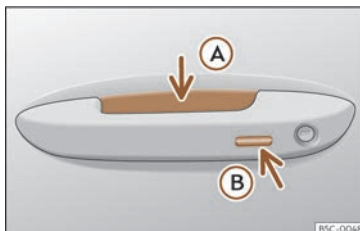

Fig. 83 Maneta de la porta: superfícies sensors
»» **fig. 83**
- Agafeu la maneta d'una de les portes davanteres. Quan ho feu, tocareu la superfície sensora»» fig. 83 (A) (fletxa) de la maneta i es desbloquejarà el vehicle.
- Toqueu *un cop* la superfície sensora de bloqueig»» fig. 83 (B) (fletxa) de la maneta d'una de les portes davanteres. La porta de la maneta que s'acciona ha d'estar tancada. »
- Toqueu *un cop* la superfície sensora >>> **fig. 83 B** (fletxa) de la maneta d'una de les portes davanteres. El vehicle es bloqueja amb el sistema de seguretat "Safe" >>> pàg. 110. La porta de la maneta que s'acciona ha d'estar tancada.
- Toqueu *dues vegades* la superfície sensora >>> **fig. 83 B** (fletxa) de la maneta d'una de les portes davanteres per bloquejar el vehicle sense activar el sistema de seguretat "Safe" >>> pàg. 110.
- Premeu el botó de tancament  del comandament a distància i toqueu una vegada, dins dels 5 segons següents, la superfície sensora de bloqueig de la maneta de la porta del conductor >>> **fig. 83 B**. No agafeu la maneta de la porta perquè, si ho feu, el vehicle no es bloquejarà. També és possible dur a terme la desactivació si es bloqueja el vehicle a través del pany de la porta del conductor.
Per **tancar amb la funció de confort** totes les finestretes elèctriques, mantingueu un dit durant uns segons sobre la superfície sensora de bloqueig»» **fig. 83 B** (fletxa) de la maneta de la porta fins que s'hagin tancat les finestretes i el sostre.
Les superfícies sensores de les manetes de les portes podrien activar-se en rebre un raig d'aigua o de vapor a gran pressió en el cas que hi hagués alguna clau del vehicle vàlida a la zona pròxima. Si almenys una de les finestretes amb alçaïdres elèctric està oberta i s'activa la superfície sensora »» **fig. 83 B** (fletxa) d'una de les manetes de manera permanent, es tancaran totes les finestretes.
- **O BÉ:** toqueu *dues vegades* la superfície sensora situada a la part exterior de la maneta de la porta»» **fig. 83** .